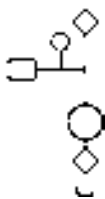

图 17.8.14 复制图形 (一)
① 切换图层。在“图层”工具栏中，选择“虚线层”图层。
② 选择下拉菜单 **绘图(U)** → **直线(L)** 命令，以矩形上边线的中点为起点，向上移动光标，在命令行中输入数值 9 按 Enter 键，再向右移动光标，在命令行中输入数值 24 按 Enter 键，将光标向下移动，捕捉矩形的水平直线与之的交点并单击，捕捉矩形的右侧边的中点单击，按 Enter 键结束操作。
(7) 复制图形。选择下拉菜单 **修改(M)** → **复制(C)** 命令，选取 Step1 中步骤 (2) 绘制的矩形和步骤 (3) 中的虚线为复制对象并按 Enter 键，选取矩形的下端点为基点，将光标向上移动，使其与步骤(1)绘制的直线的上端点重合，单击后按 Enter 键。结果如图 17.8.14 所示。